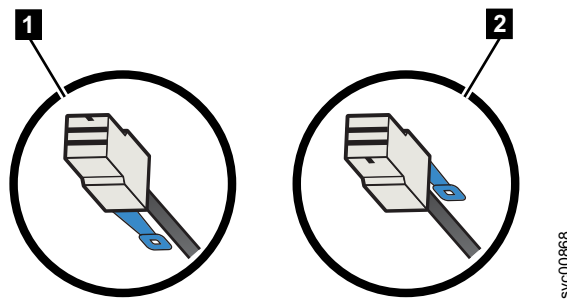

Abbildung 39. Ausrichtung des SAS-Kabelsteckers
- Wenn Sie ein Erweiterungsgehäuse anschließen, muss sich die blaue Haltezunge unter dem Kabel befinden ( **1** in Abb. 39).
- Wenn Sie eine 2145-SV1-Einheit anschließen, muss sich die blaue Haltezunge über dem Stecker befinden ( **2** in Abb. 39).